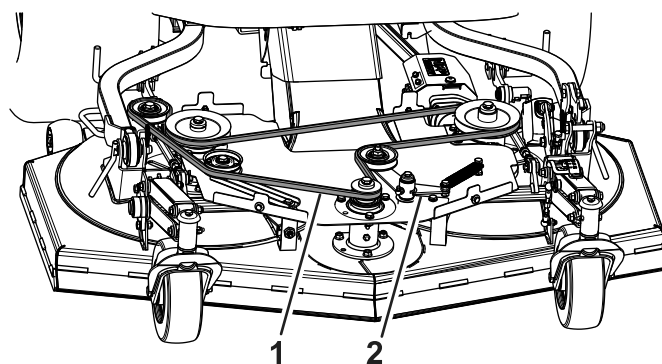

Figure 106
4. Retirez le ressort du bras de renvoi de l'ergot de l'unité de coupe (Figure 106).
1. Acheminez la courroie neuve autour des poulies, comme montré à la Figure 106.
2. Installez le ressort du bras de renvoi sur l'ergot de l'unité de coupe (Figure 106).